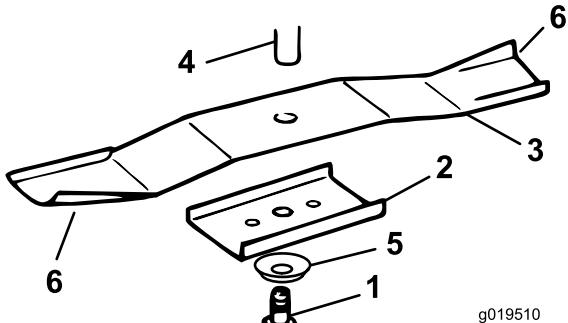

Bild 17
3. Entfernen Sie die Messerschrauben, Wellenscheiben, Befestigungen und Messer (Bild 17). Sie können einen Holzklotz zwischen das Schnittmesser und das Mähwerk keilen, um das Schnittmesser beim Entfernen der Schraube zu blockieren.
5. Montieren Sie neue Messer, Messerbefestigungen, Wellenscheiben (Schalenseite zum Messer) und die Messerschrauben (Bild 17).